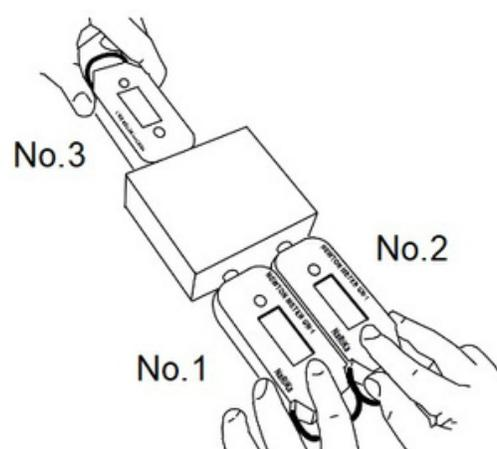

Fig. 5
Movimiento y fuerza neta que actúa sobre un objeto cuando es empujado por dos fuerzas desde el mismo lado (ver Fig. 2 o Fig. 5).
En este experimento, se utilizará un bloque de madera en lugar del refrigerador (Fig. 2). Se medirá la fuerza que actúa sobre el bloque de madera usando dinamómetros digitales. Con dos dinamómetros (ver N°1 y N°2 en la Fig. 5), se empuja el bloque de madera mientras se mide la fuerza aplicada. Con otro dinamómetro (ver N°3 en la Fig. 5), se resiste la fuerza aplicada desde el lado opuesto del bloque, midiendo también la fuerza ejercida (o fuerza de reacción). Por lo tanto, se necesitan dos estudiantes por grupo para usar los tres dinamómetros en este experimento.
2. Coloca un dinamómetro a un lado del bloque de madera, y los otros dos dinamómetros al lado opuesto, como se muestra en la Fig. 5.
5. Como se muestra en la Fig. 5, una persona controla ambos dinamómetros N°1 y N°2, mientras que la otra persona monitorea el dinamómetro N°3.